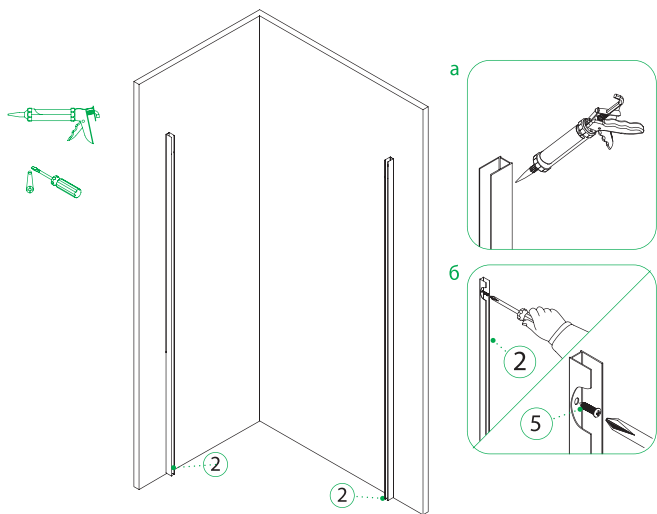

Рис. 8/8-сур.
4. Приложите пристенные профили (2), предварительно обработанные санитарным силиконовым герметиком со стороны стены (для полной герметизации, рис. 8-а), и зафиксируйте их с помощью шурупов (5), как показано на рисунке рис. 8-б.